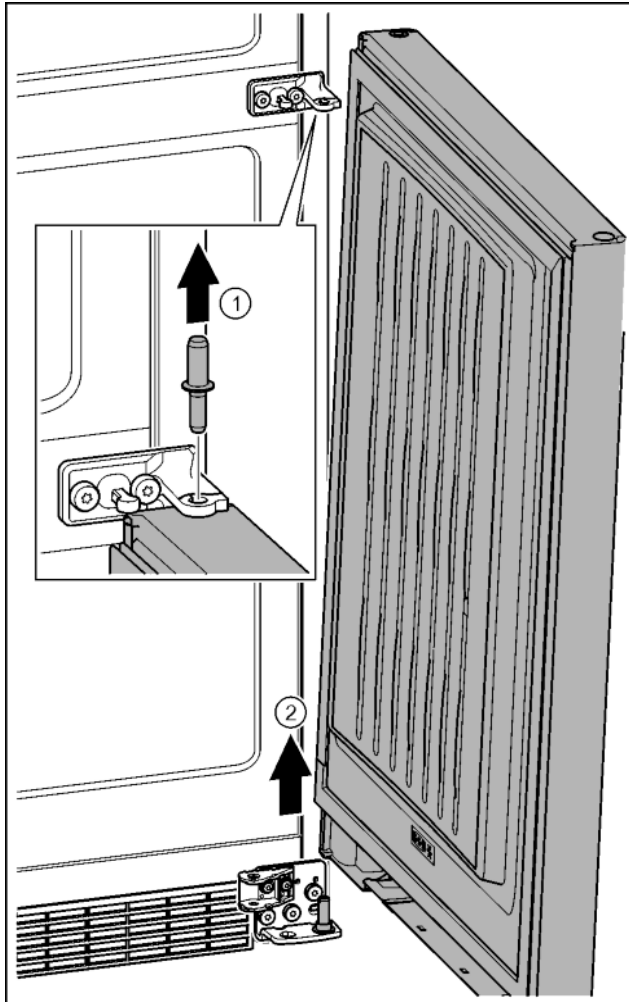

Fig. 24
- ▶ Bolzen nach oben herausziehen. *Fig. 24 (1)*
- ▶ Tür herausschwenken, nach oben ziehen und beiseite stellen. *Fig. 24 (2)*